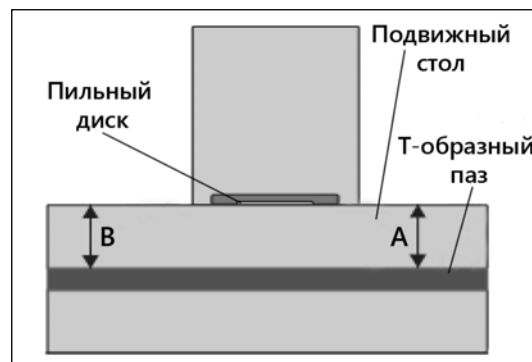

Рисунок 7.
- отведите подвижную панель до упора в одну из сторон и при помощи линейки измерьте расстояние между краем подвижного стола и вашей отметкой (рис. 7);